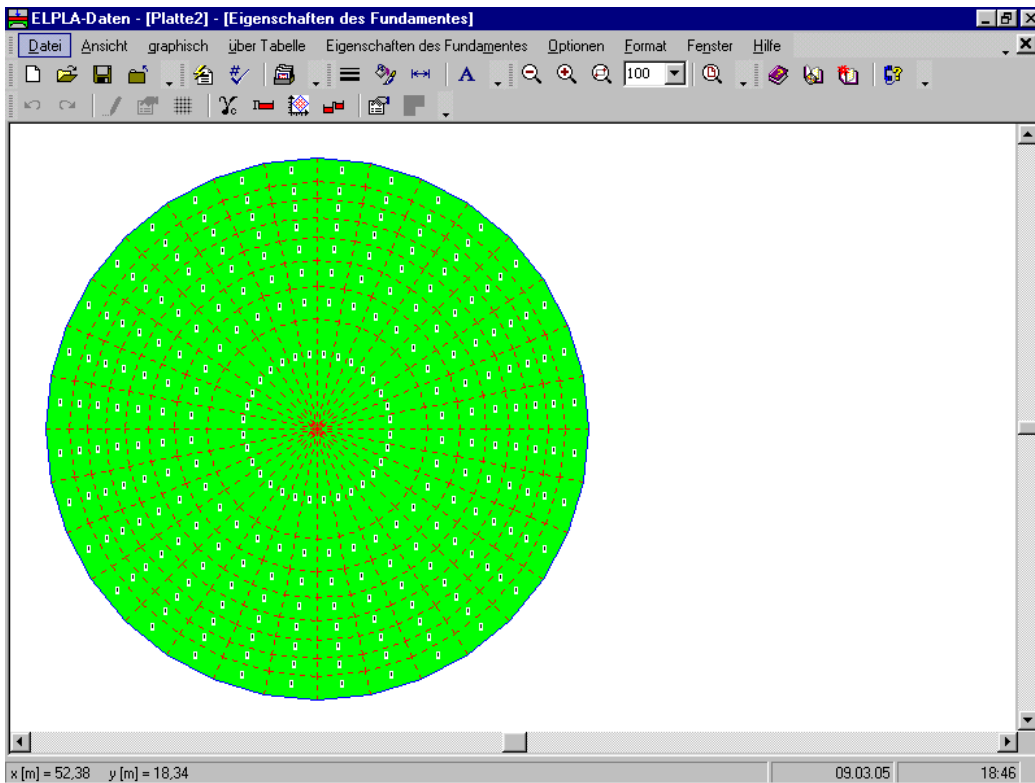
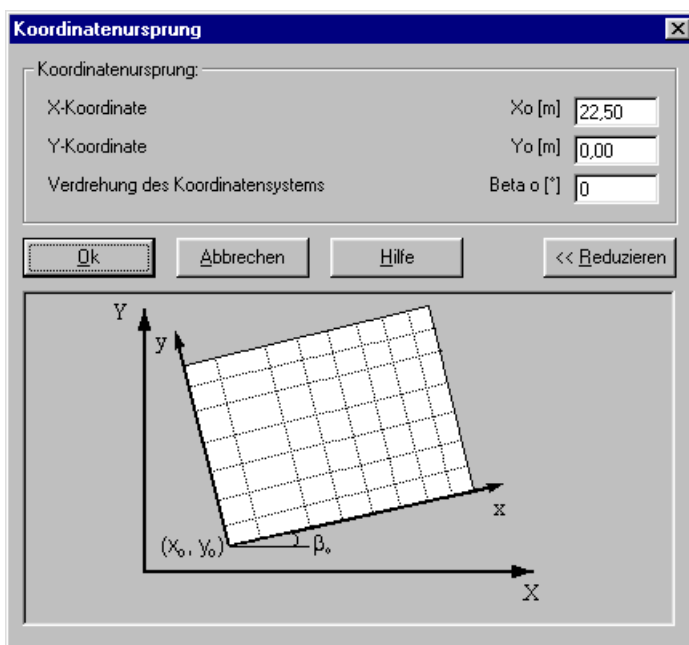

Bild 3-29 Eingebettetes Programm "Eigenschaften des Fundamentes"
Bild 3-30 Dialogfeld "Koordinatenursprung"
- Wählen Sie "Eigenschaften des Fundaments" aus dem "Daten"-Menü des *ELPLA-Daten*-Fensters. Das folgende eingebettete Programm im Bild 3-29 erscheint
- Wählen Sie "Koordinatenursprung" aus dem Menü "über Tabelle" im Fenster von Bild 3-29. Das folgende Dialogfeld im Bild 3-30 erscheint
- Wählen Sie "Eigenschaften des Fundaments speichern" aus dem "Datei"-Menü im Bild 3-29, um die Eigenschaften des Fundaments zu speichern
- Wählen Sie "Eigenschaften des Fundaments schließen" aus dem "Datei"-Menü im Bild 3-29, um das eingebettete Programm "Eigenschaften des Fundaments" zu schließen und zum Hauptfenster des Programms *ELPLA-Daten* zurückzukehren